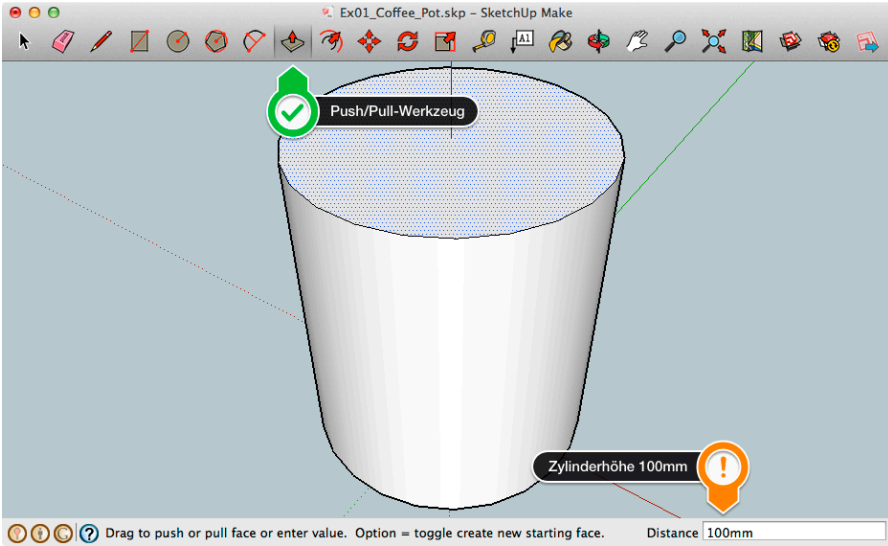

Bild 1.7 Aus dem Kreis wird mithilfe des Pull-Werkzeugs ein Zylinder.
5. Im nächsten Schritt wollen wir nun aus dem zweidimensionalen Kreis einen dreidimensionalen Zylinder formen. Hierzu wählen Sie über die Taste P das *Push/Pull*-Werkzeug aus (Bild 1.7).